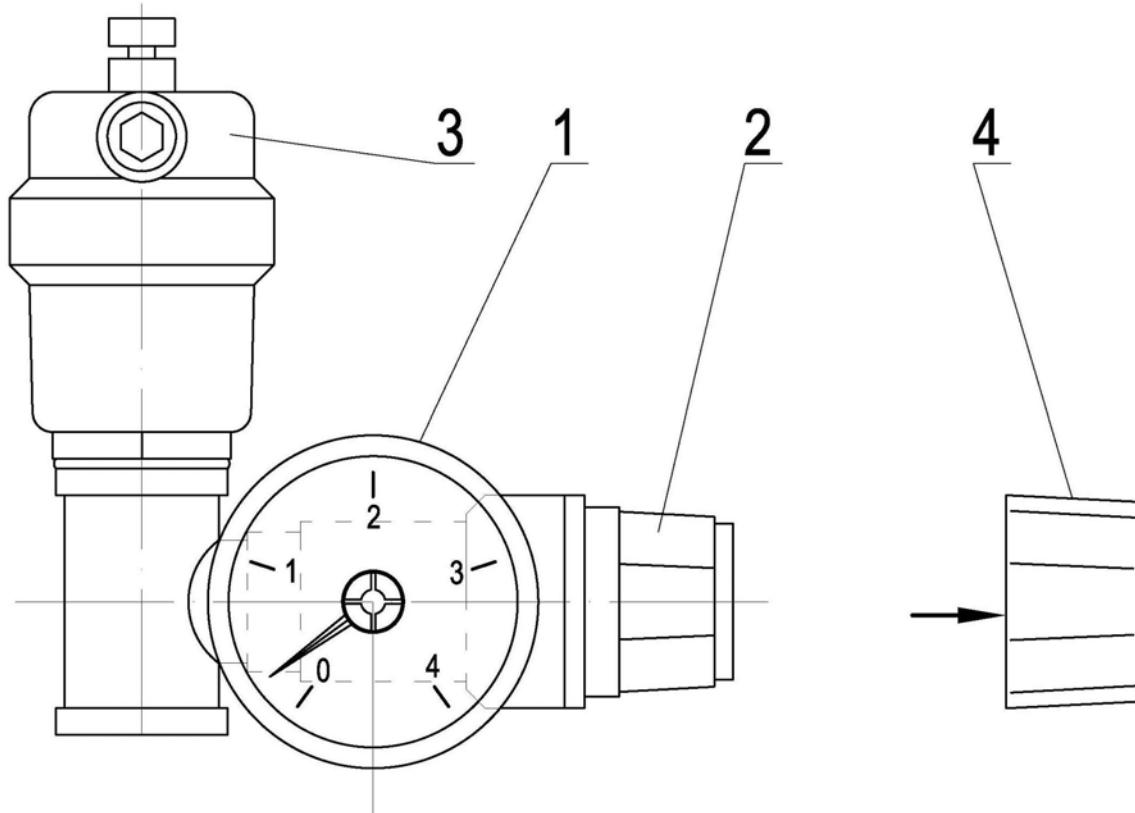

Рис.2 Предохранительная сборка
- Провести визуальный контроль целостности узлов входящих в состав предохранительной сборки Рис.2
- Снять защитный колпачок (4), слегка потянув его по направлению стрелки.